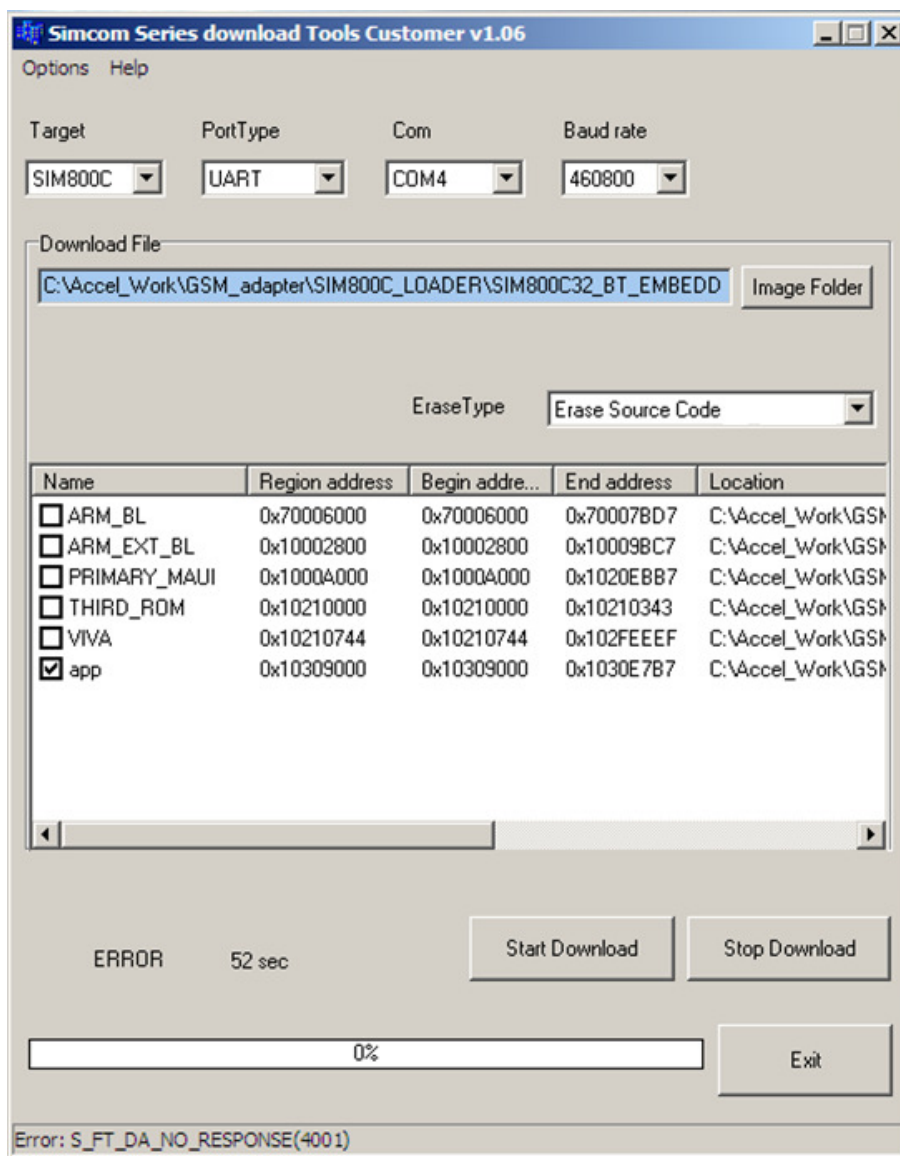

Рисунок 5. Окно программы «Simcom\_Series\_download\_Tools\_Customer.exe».
8.3 Изменение прошивки Адаптера выполняется с помощью утилиты «Simcom\_Series\_download\_Tools\_Customer.exe» (Рисунок 5) и кабеля АИДВ.625.621.046-01. Программирование можно выполнить с компьютера, на котором установлен драйвер FTDI.